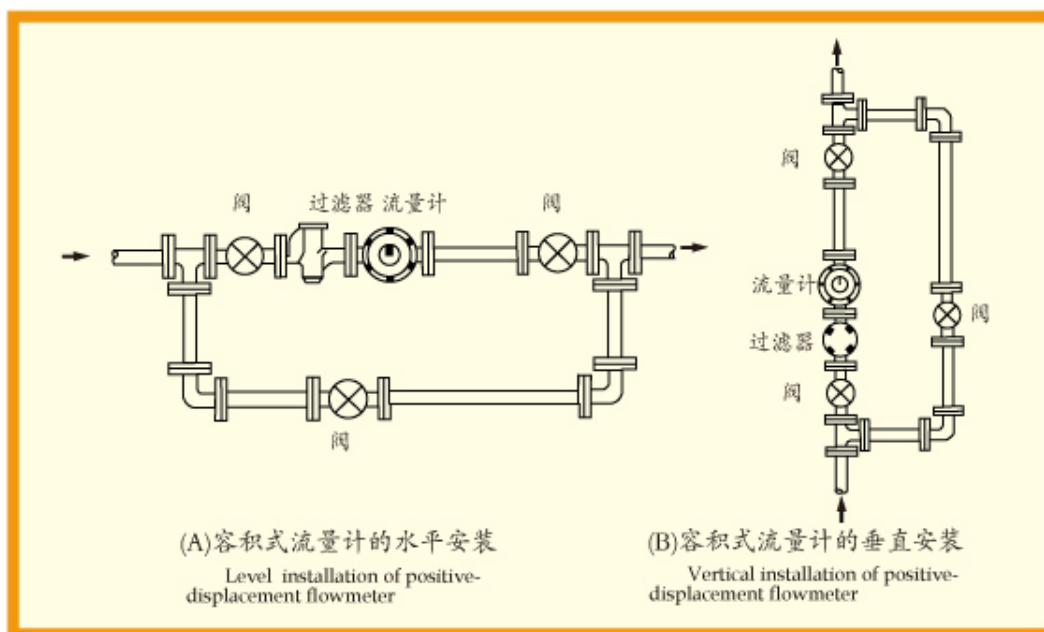

图 5 安装位置 Picture 5 Installation position
3、仪表中的椭圆齿轮轴尽可能安装成水平位置，即刻度盘应安装成垂直位置（分度“0”应在上面），以减少椭圆齿轮与壳体间的摩擦，降低零件的磨损。由于安装位置不同，为了便于读数，可将计数器（表头）旋转90°或180°（见图5）。